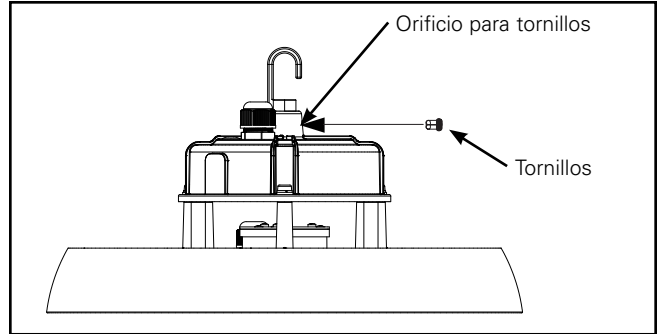

Figura 2
2. Instale y apriete el tornillo de sujeción. (Figura 2).